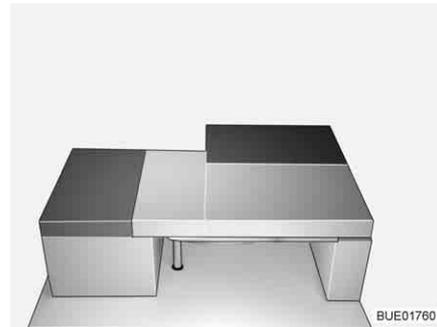

Bild 137 Nach dem Umbau
- Das Rückenpolster der Sitzbank auf den Tisch legen (vor das Sitzpolster der Sitzbank, siehe Bild 137).
- Das Rückenpolster der Seitensitzbank auf den Tisch legen (zwischen das Sitzpolster der Seitensitzbank und die Polster der Sitzbank, siehe Bild 137).